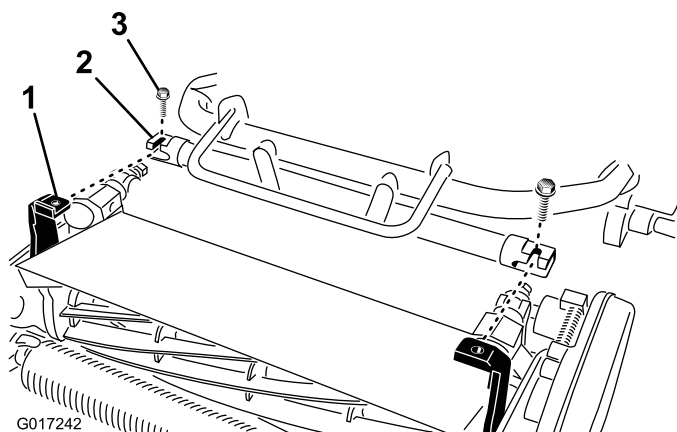

Figura 6
4. Manobre a estrutura da unidade de tracção (Figura 6) para a frente até engatar nos braços articulados da unidade de corte.
5. Fixe a estrutura da unidade de tracção aos braços articulados da unidade de corte com 2 parafusos 3/8 x 3/4 pol. (Figura 6)
6. Deslize o acoplador telescópico no veio hexagonal da unidade de corte até sentir o engate do veio hexagonal. Isto vai evitar que o acoplador se mova no veio hexagonal (Figura 6).